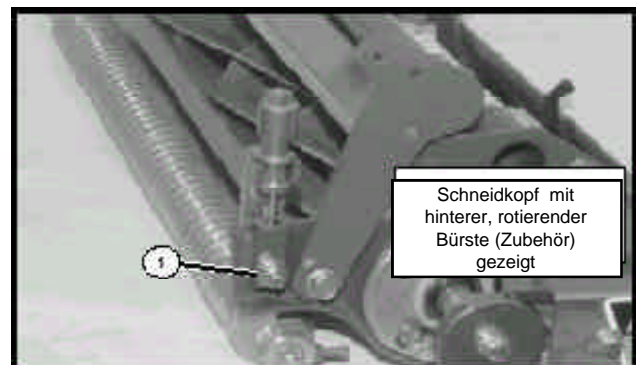

Abbildung 15
2. Lockern Sie die Verriegelungsmutter an einem Ende der vorderen Walze und justieren Sie die Träger eben ausreichend, um Nachstellen zu gestatten (Siehe Abb. 15).